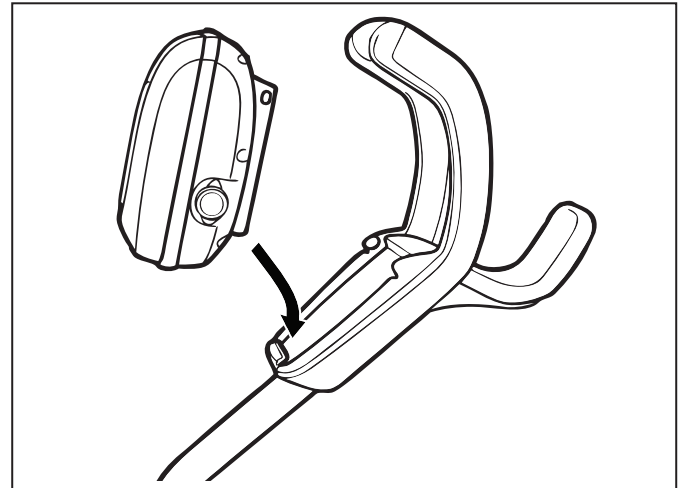

Figura 9. Coloque la unidad de control en el gancho del carrito
- Coloque la parte inferior de la unidad de control con la muesca en la parte inferior del gancho de la unidad de control en el carrito (Figura 9).